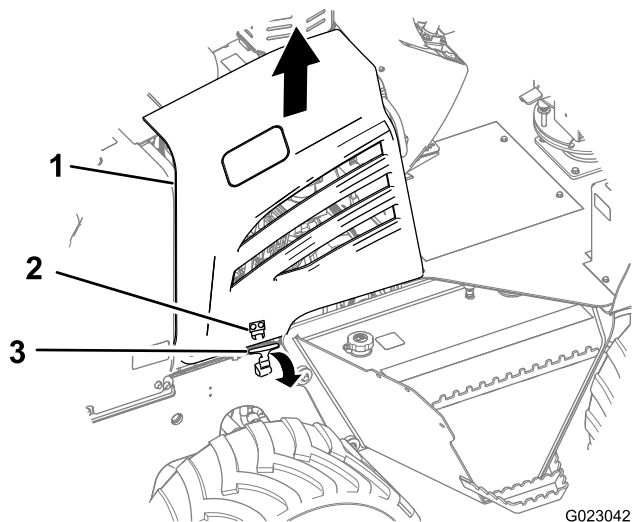

Рисунок 37
- Потяните вверх ручку защелки панели и отверните защелку, освободив ее от фиксирующего кронштейна (Рисунок 37).
- Поднимите боковую панель прямо вверх и снимите ее с машины (Рисунок 37).
- Потяните за ручку защелки панели наружу и отверните вверх, до совмещения с фиксирующим кронштейном (Рисунок 37).